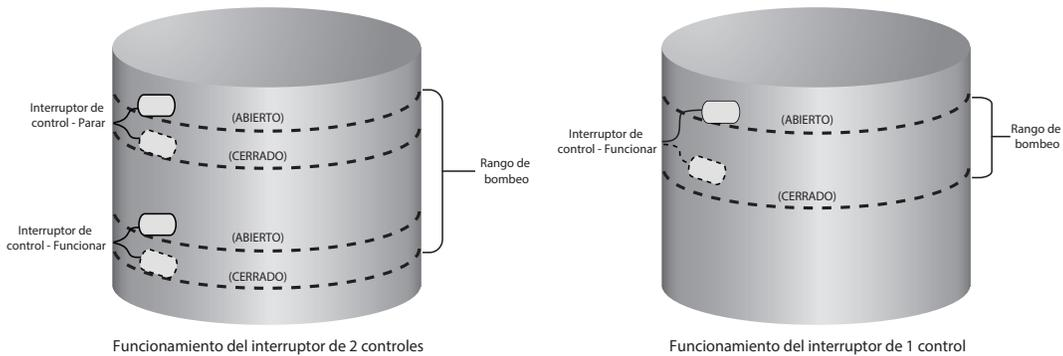

Figura 8: Funcionamiento del interruptor de control
2. Conecte los cables desde el interruptor de control “RUN” (FUNCIONAR) al bloque terminal etiquetado “RUN” (FUNCIONAR) (Figura 8).
El dispositivo Photon™ está diseñado para utilizar hasta dos interruptores de control para su funcionamiento. Cuando se instalan ambos interruptores, el controlador empieza a bombear y espera a apagarse hasta que ambos interruptores lean “OPEN” (ABIERTO). Una vez que se cierran, el controlador espera para funcionar de nuevo hasta que ambos interruptores lean “CLOSED” (CERRADO). Un ejemplo de una aplicación (Figura 8) es utilizar interruptores de nivel separados para indicar niveles de agua altos y bajos. Cuando se utilizan 2 entradas de interruptor, retire la tarjeta ubicada inmediatamente detrás de estas entradas de interruptor.
Alternativamente, el dispositivo Photon™ puede configurarse para controlar el nivel de agua utilizando un solo interruptor de entrada. Una vez que se configure adecuadamente para un solo interruptor de control con una sola entrada activa, el controlador arranca la bomba y espera para apagarse hasta que el interruptor activo lea “OPEN” (ABIERTO). Una vez que se cierra, el controlador espera para funcionar de nuevo hasta que el interruptor lea “CLOSED” (CERRADO). Un ejemplo de una aplicación (Figura 8) sería utilizar un interruptor de nivel de un solo contacto que mantiene el tanque de almacenamiento lleno sin que se desborde. Para el control de un interruptor único de nivel, utilice solo las conexiones de terminal “RUN” (FUNCIONAR). Deje instalada la tarjeta que se encuentra ubicada inmediatamente detrás de estas entradas de interruptor.